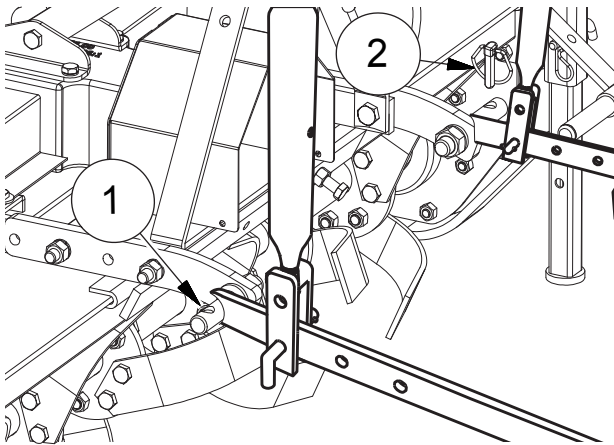

FIG. 13
- Approcher les barres du relevage aux attelages inférieurs ("Fig. 13"). Insérer les axes d'attelage (1). Bloquer les axes avec les goupilles à déclic (2) fournies en équipement.